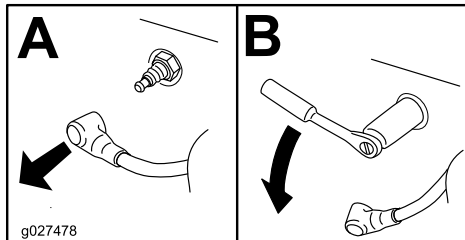

Figura 48
3. Retire a vela de ignição (Figura 48).